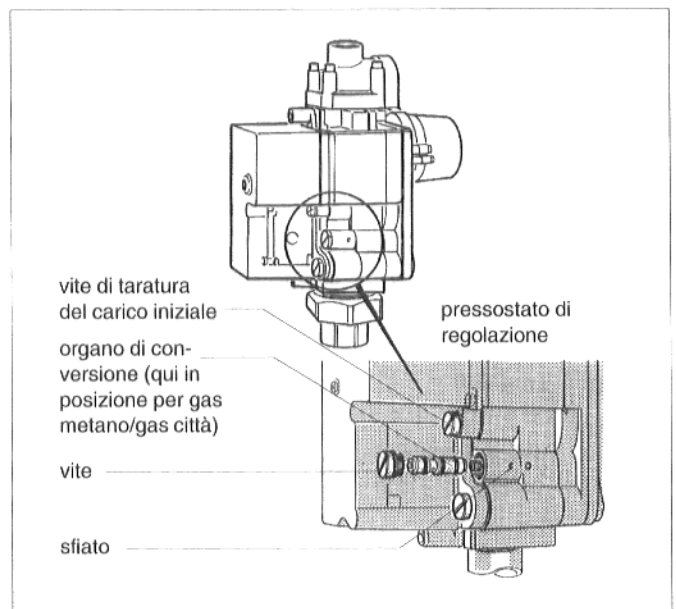

Fig. 32: "BM" 762-014, pressostato di regolazione
- ✦ Estrarre la vite che si trova sopra l'organo di conversione del pressostato (Fig. 32).
- ✦ Estrarre l'organo di conversione e reinserirlo in senso opposto. Per l'esercizio con gas liquido il foro tra gli anelli ad O deve essere rivolto verso l'interno (verso l'apparecchiatura - Fig. 32).
- ✦ Chiudere lo sfiato (Fig. 32) con del nastro adesivo.
- ✦ Svitare la vite di protezione sotto la quale si trova la vite di taratura del carico iniziale (Fig. 32).